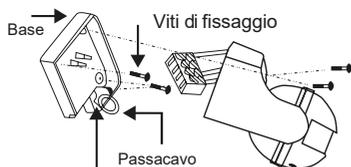

Fig.5
2. Svitare le viti dalla base (fig.5)